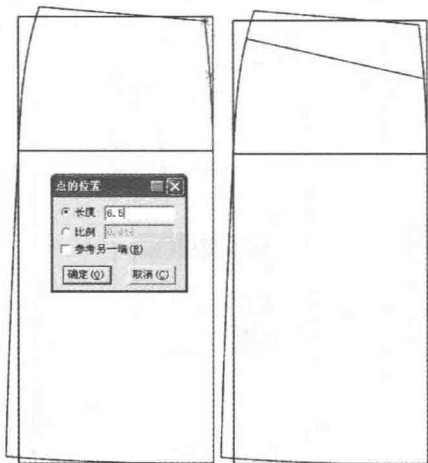

图6-71 画后育克步骤1
(9) 选择 【智能笔】工具在后中下 6.5cm 处与侧缝线 3.5cm 处相连(图 6-71)。